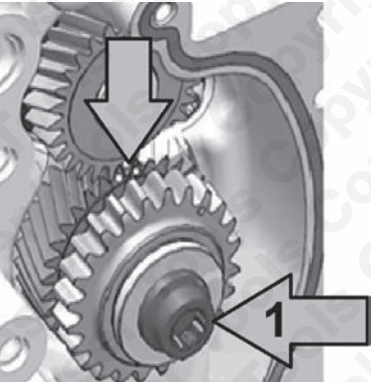

Fig. 1
- Alinhar as marcas de sincronização da engrenagem intermediária e remover o respetivo parafuso de fixação (1).
- Remover a engrenagem – consultar a Fig. 1.